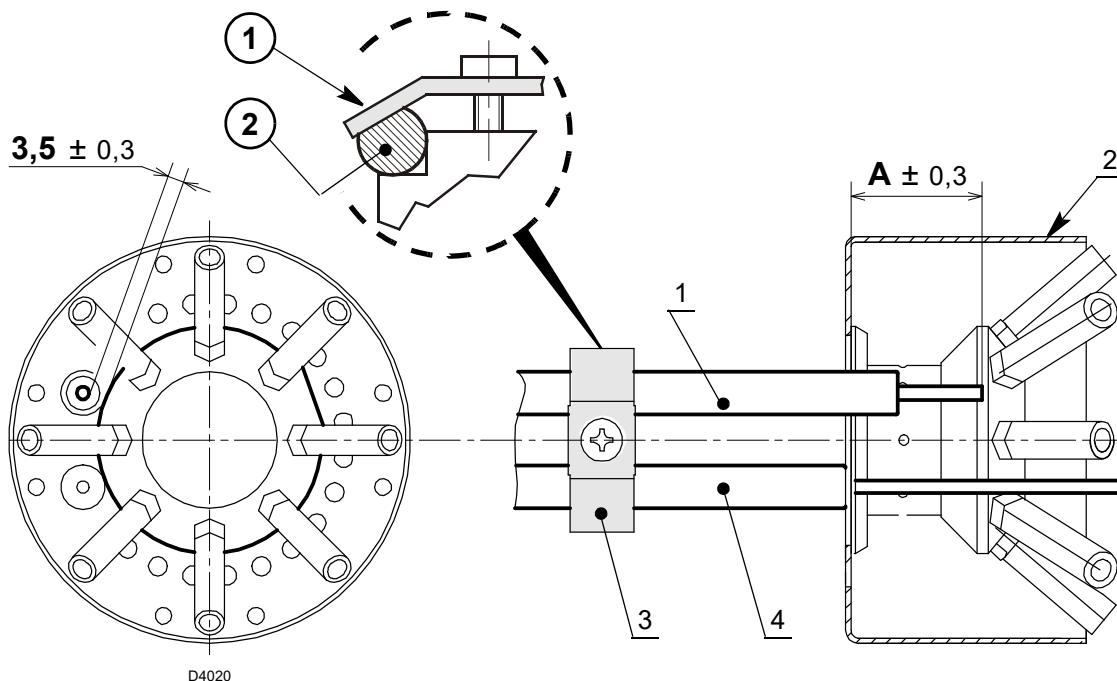

Fig. 13
- Asegurarse de que la plaqita 3)(Fig. 13) quede siempre colocada en la parte plana del electrodo 1).